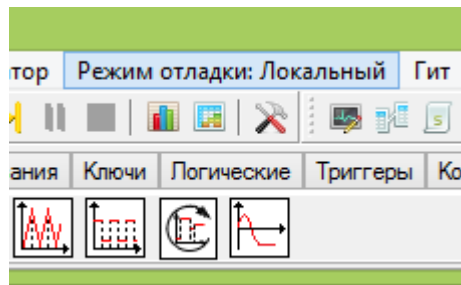

Рисунок 23. Режим отладки для схемы управления
4. Режим отладки установить как “Локальный” (Рисунок 23. Режим отладки для схемы управления на странице 26) в главном меню SimenTech, таким образом модель объекта управления будет моделироваться на инструментальной машине (локально), а алгоритм управления будет работать на целевой системе, обмен